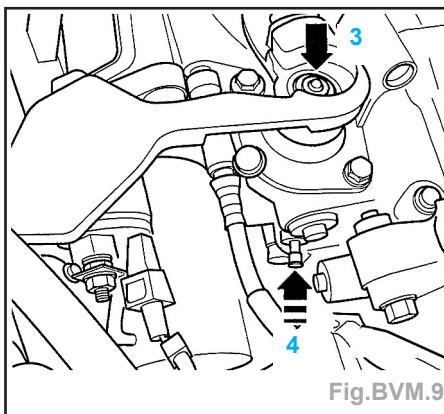

Fig.BVM.9
- Pousser l'ensemble commande / sélection comme indiqué par la flèche (3) puis introduire la vis de blocage (4) jusqu'à ce que le levier de sélection soit bloqué (Fig.BVM.9).